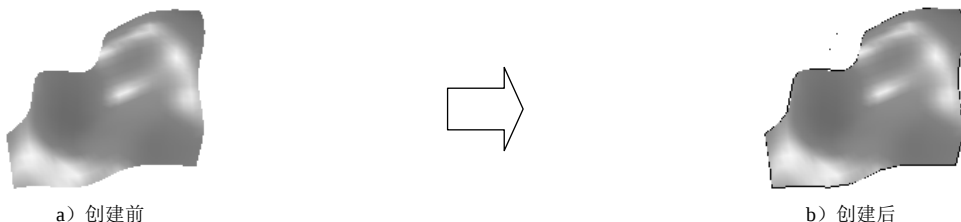

图 6.2.1 创建所有曲线边界
使用 **所有曲线边界 (A)** 命令是在指定的曲面或实体的边缘生成边界曲线。下面以图 6.2.1 所示的模型为例, 讲解所有曲线边界的创建过程。